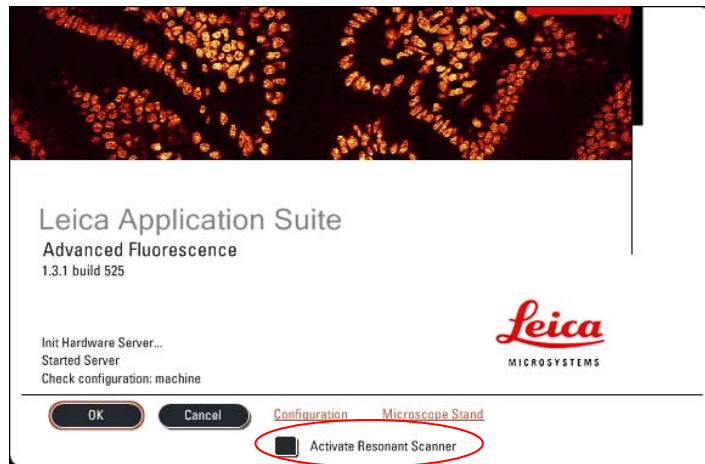

图 1-6 快扫或高分辨成像系统模式
4. 如需使用快扫系统，在“Activate Resonant Scanner”选项前打勾。如图 1-6。